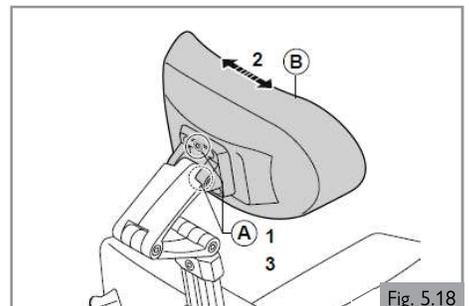

Fig. 5.18
**Anchura del cojín del reposacabezas (Fig. 5.18)**
1. Afloje (A) una vuelta.
2. Ajuste (B) en la posición deseada.
3. Apriete (A). Consulte la sección 8 para obtener información sobre la torsión de ajuste específica.